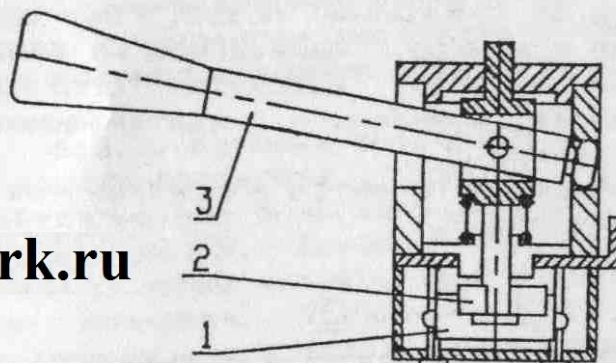

Рис.10. Механизм реверса
Механизм (рис.10) предназначен для включения и останова шпинделя, а также для изменения направления вращения. Изменение вращения осуществляется с помощью двух микропереключателей 1 и кулачка 2, приводимого в движение рукояткой 3.
- запрещено включение станка при нахождении рукоятки механизма реверса (рис.10) в одном из крайних положений;